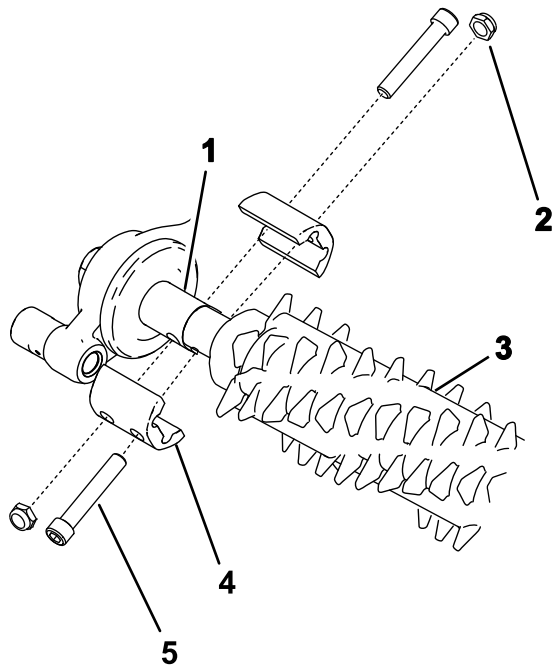

图 17
3. 如图 17 所示将疏草刀固定到机器并上紧螺栓。
2. 将疏草滚刀与疏草刀驱动箱和怠轮总成对齐图 17。